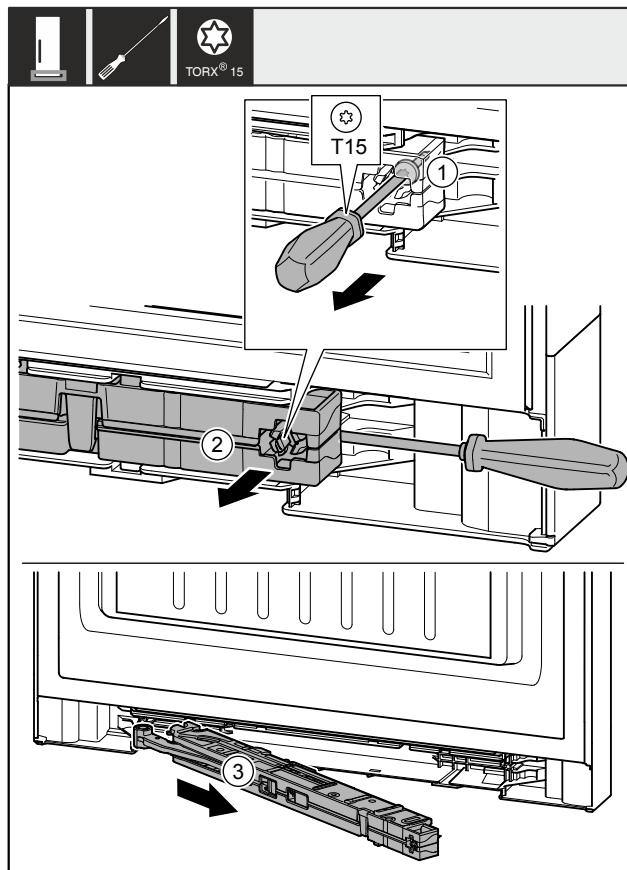

Fig. 11
- ▶ За допомогою викрутки відкрутіть гвинт Fig. 11 (1) на демферному вузлі приблизно на 14 мм.
- ▶ За допомогою викрутки посуньте демферний вузол Fig. 11 (2) з боку ручки у напрямку вперед.
- ▶ Витягніть демферний вузол Fig. 11 (3).